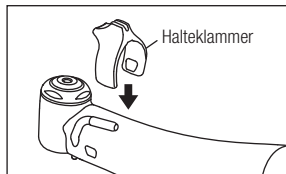

Abb. 6
- 1) Befestigen Sie die Halteklammer. (Abb. 6)